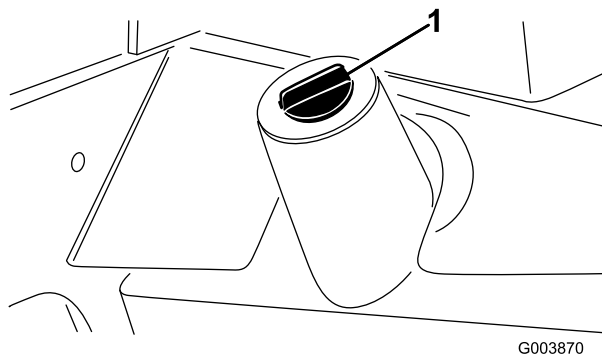

Figura 28
2. Limpie la zona alrededor del cuello de llenado y el tapón del depósito hidráulico (Figura 28).